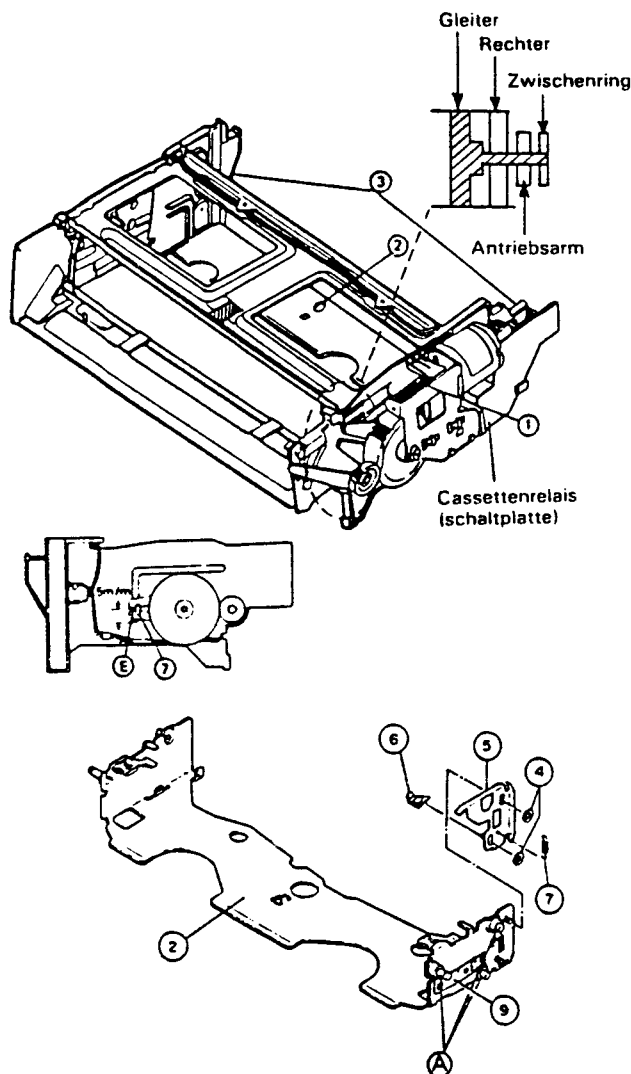

Abbildung 1-4.
• **Demontage (Abb. 1-4)**
2. Das Schneckenradgetriebe ① von Hand im Gegenuhrzeigersinn drehen, bis die Cassetten-Gleiter-Baugruppe ② die Bodenposition erreicht.
3. Die linken und rechten Seitenrahmen ③ leicht erweitern, damit die Zungen ④ der Cassetten-Gleiter-Baugruppe ② aus den Öffnungen der rechten und linken Seitenrahmen entfernt werden können.
4. Ohne die Haken zu verbiegen, die Hebelfeder ⑦ von Gleiter ② und Cassettenhebel ⑤ entfernen.
5. Den Zwischenring ④ (1.4W6-0.5) von der Gleiterwelle entfernen.
6. Die Mitte des Cassettenhebels ⑤ drücken, um die Cassettenspitze ⑥ vom Cassettenhebel ⑤ herausschnappen zu lassen. Darauf achten, den Cassettenhebel ⑤ nicht zu verbiegen.